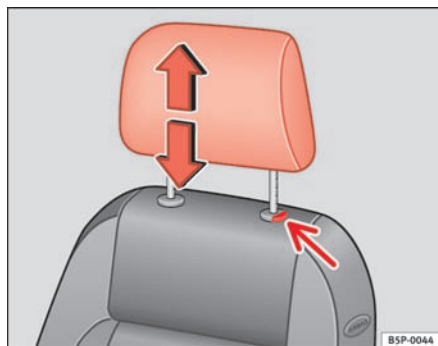

Fig. 73 Indstilling og afmontering af hovedstøtter
- Tryk på knappen ⇒ fig. 73 (pil).